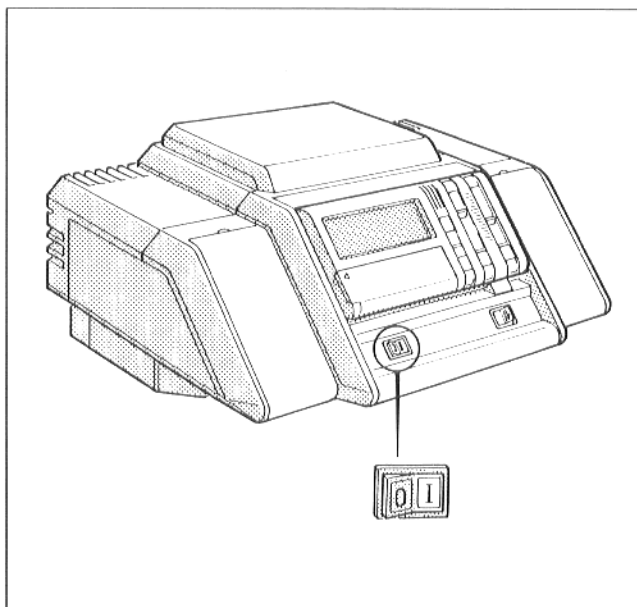

Fig. 4: Puesta en servicio del quemador
- Poner el interruptor para el funcionamiento (fig. 4) en la posición I (ON).
- Poner el interruptor para el funcionamiento (fig. 4) en posición 0 (OFF).